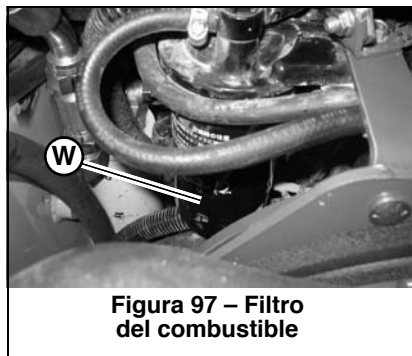

Figura 97 – Filtro del combustible
4. Retire el filtro del combustible (W, Figura 97) usando una llave para filtros, si es necesario. Limpie con cuidado la superficie de montaje de la cabeza del filtro con un paño limpio.